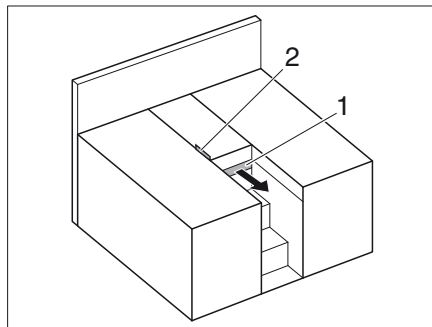

Bild 178 Enkelsängar
- Haka av fästremmen (Bild 178,2) och dra ut förlängningen (Bild 178,1).